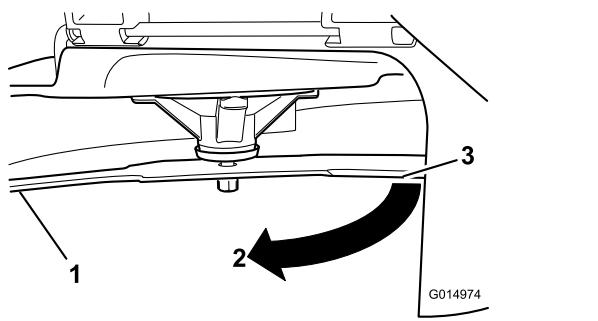

Figura 55
3. Distancia medida entre la cuchilla y la superficie (A)
4. Gire la misma cuchilla 180 grados de manera que el otro extremo esté en la misma posición (Figura 55).